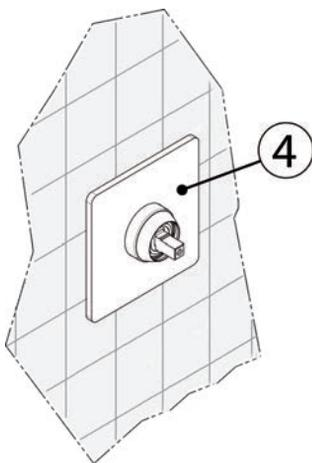

Fig. 8
- Установить наружную накладку (5). (Рис.8)